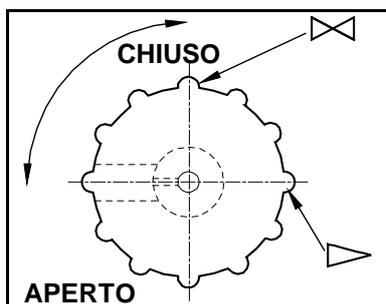

Fig. 20: pulsante Gasballast
**i** Se la valvola del Gasballast è aperta, il vuoto finale raggiungibile peggiora. Il Gasballast si regola con l'apposito pulsante (v. fig. 20).